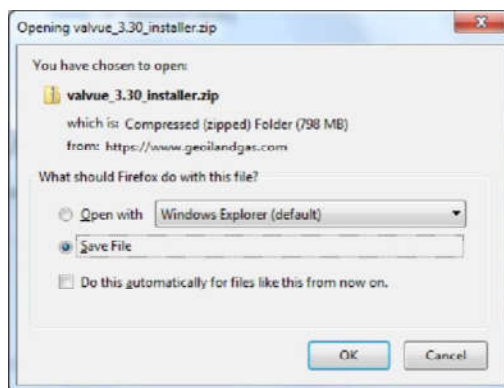

Рис. 10. Диалоговое окно «Открыть»
2. Просмотреть варианты для выбора при помощи клавиш курсора. Выбрать **Загрузить** под приглашением *Загрузить программу установки ValVue V3.30* и появится окно (Рис. 10).